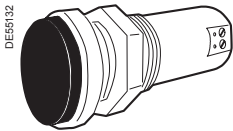

Fig. 8
- o un indicador de rosca para paredes delgadas  $\leq$  6 mm (fig. 8),